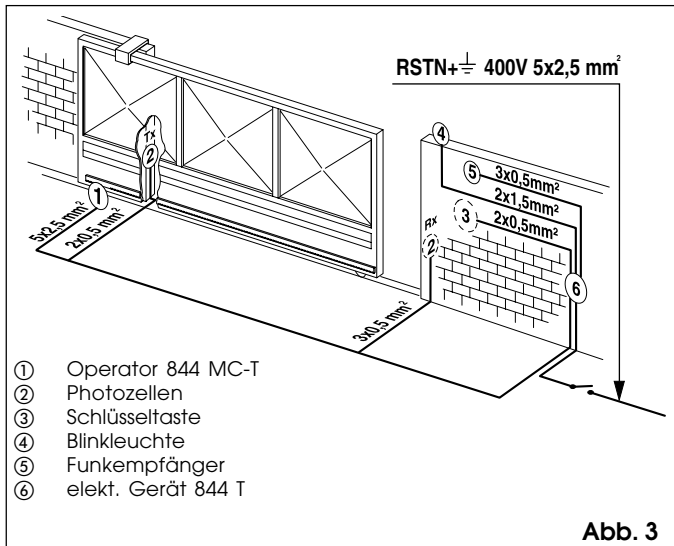

Abb. 3
- 4) Die Stromkabel für den Anschluß des Zubehörs und die Stromversorgung gemäß Abb.3 verlegen. Um die Anschlußarbeiten zu erleichtern, sollten die Kabel ca. 45 cm über die Öffnungen der Grundplatte überstehen (Abb.5-6 Bezug ①) .
Unter Beachtung der Anweisungen in Abb. 3 sind die Kabelführungen und die elektrischen Anschlüsse des elektronischen Geräts 844 T mit dem entsprechenden Zubehör auszuführen.